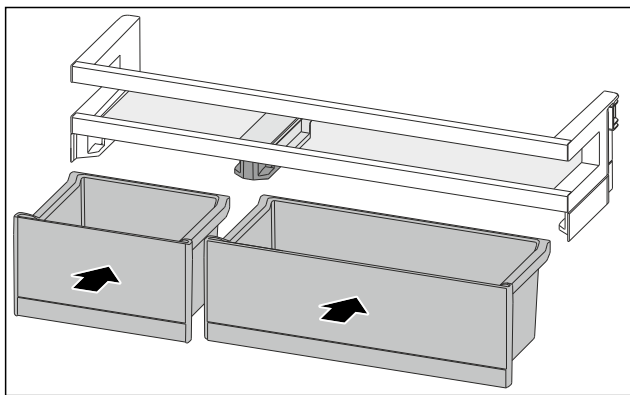

Fig. 90
- ▶ Установите ящики VarioBox, поменяв их расположение. (см. Fig. 90)